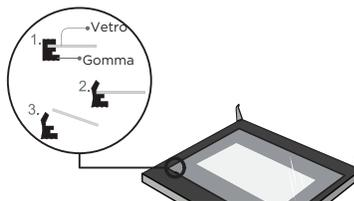

Figura 6
6. Dopo aver estratto il vetro interno, estrarre il vetro dello strato intermedio come mostrato nella Figura 6.